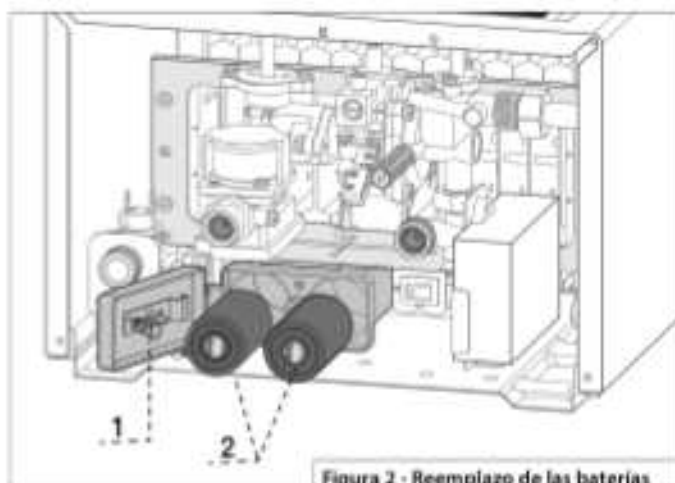

Figura 2 - Reemplazo de las baterías
- Desenganche la tapa de la parte inferior del dispositivo (ver Figura 2: N.º 1).
- Retire las baterías (ver Figura 2: N.º 2).
- Inserte las pilas con la polarización correcta (ver Figura 2: N.º 2).
- Cierre la tapa de la tapa de la batería (ver Figura 2: N.º 1).